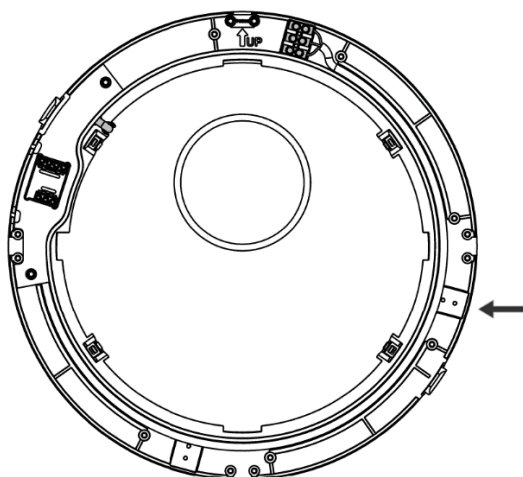

Abbildung 32 - Neue Platzierung der Klemmleiste 2 bei Kabelzugang von rechts
3. Klemmleiste 2 demontieren und auf die Zapfen an der rechten Seite der Wandabdeckung stecken, siehe Abbildung 32.